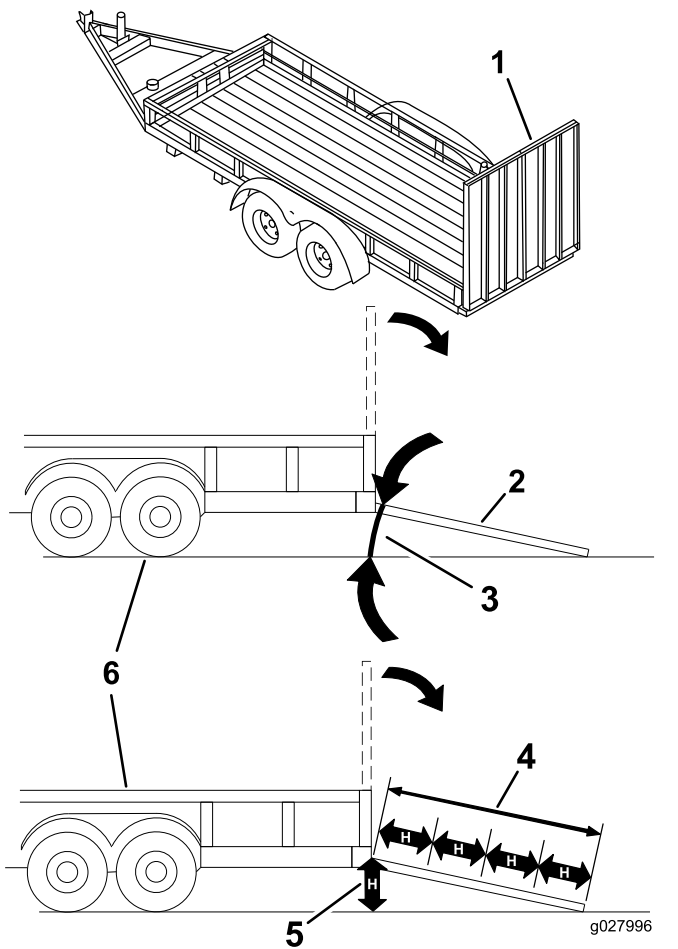

Figure 25
**Le chargement de la machine sur une remorque ou un camion augmente le risque de basculement et donc de blessures graves ou mortelles (Figure 25).**
1. Abaissez la rampe pour que l'angle avec le sol ne dépasse pas 15 degrés (Figure 25).